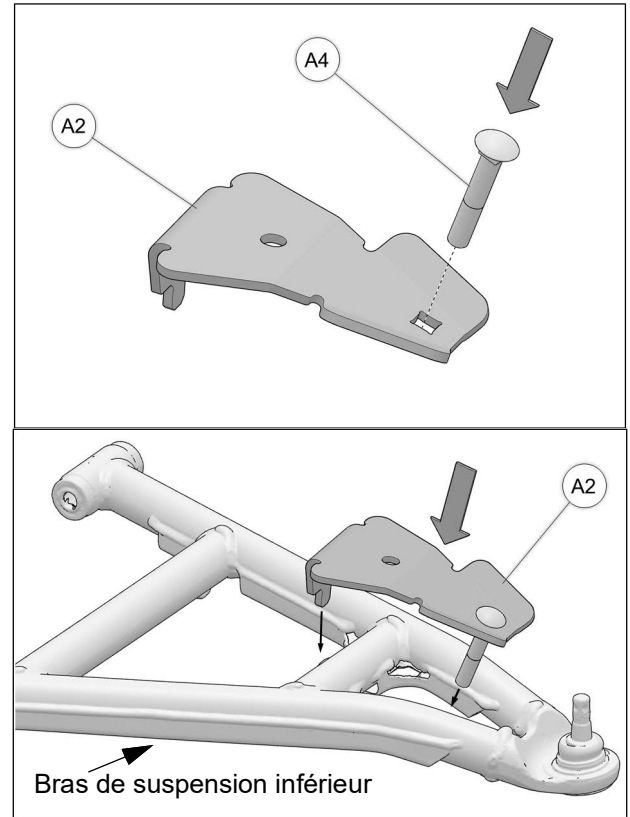

Fig. 13
5. Insérer le boulon de carrosserie M10x60mm (A4) dans le trou carré du couvercle d'ancrage (A2) et positionner ce sous-ensemble sur le bras de suspension inférieur. Voir la Fig. 13